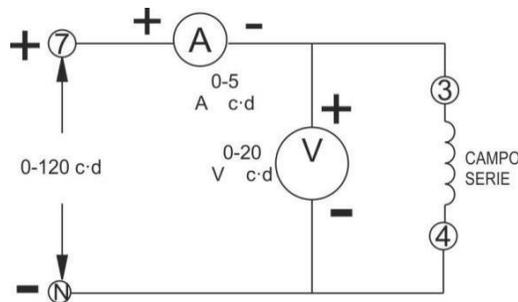

Figura 2
3. Conecte el circuito de la figura 2.
- a) Este es el mismo circuito de la figura 2, excepto que el devanado de la armadura (más las escobillas) han reemplazado al devanado de campo serie.